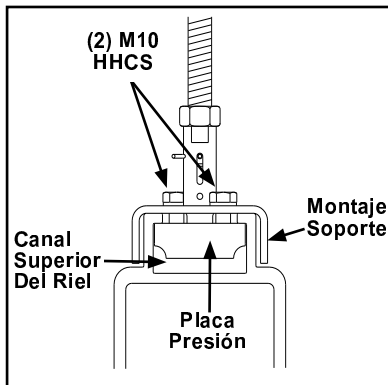
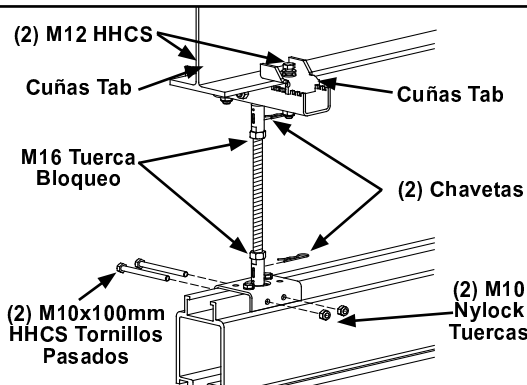

Figura 3-63
Figura 3-64
Paso 1. Remueva tornillos pasados. Deslice soporte de montaje de riel sobre canal de soportes y placa presión dentro de canal de soporte arriba del riel. Posicione en base a Diseño. Vea Figura 3-63 y Figura 3-64.